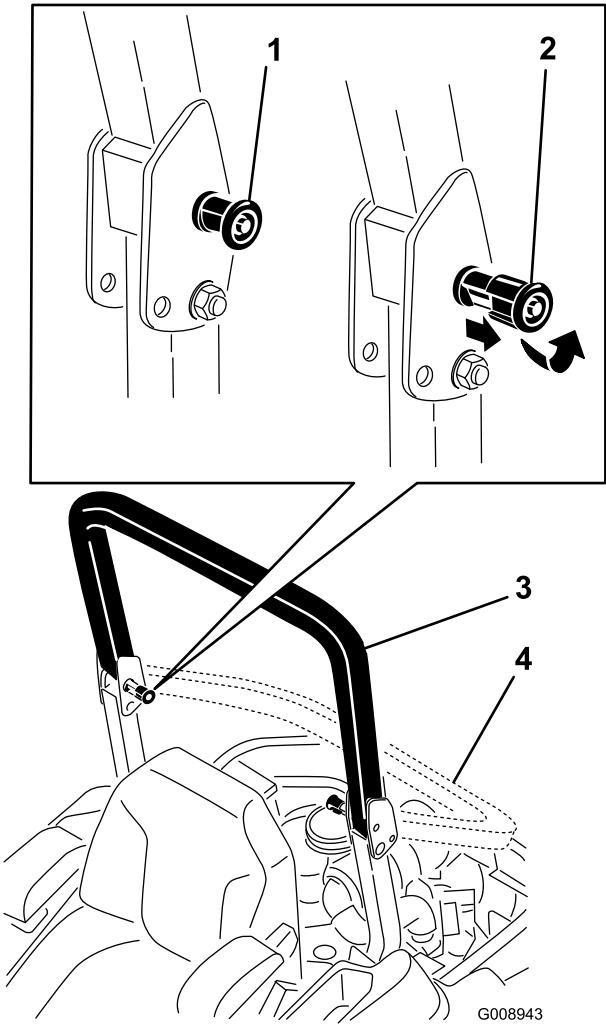

Figure 6
2. Tirez sur les deux boutons et tournez-les à 90° pour les désengager (Figure 6).
3. Faites pivoter l'arceau de sécurité à la position abaissée (Figure 6).
- 4. Pour relever l'arceau de sécurité à la position d'utilisation, tournez les boutons de sorte à les déplacer partiellement dans les rainures (Figure 6).
- 5. Redressez l'arceau de sécurité en position relevée tout en poussant dessus ; les goupilles s'engagent en position quand les trous sont en face (Figure 6). Appuyez sur l'arceau de sécurité et vérifiez que les deux goupilles sont engagées.